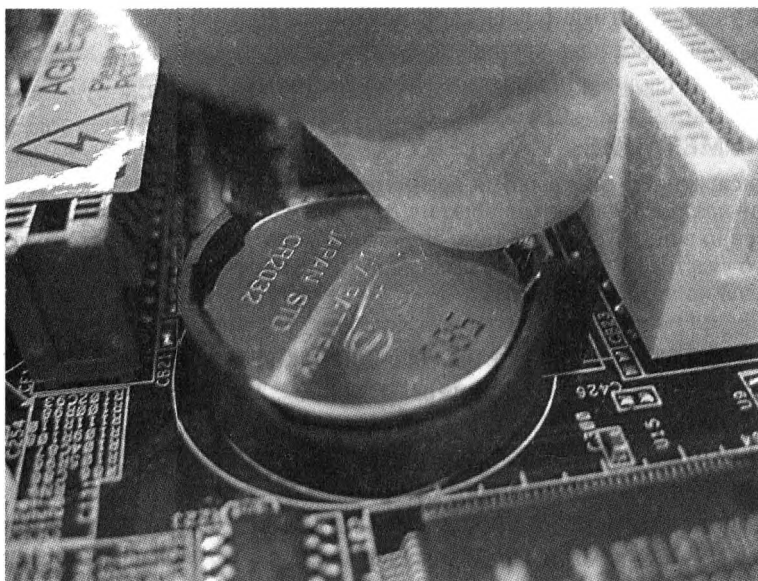

Рис. 3.2. Нажимаем защелку, удерживающую батарею в гнезде
- Вытащить аккумуляторную батарею, которая питает CMOS-память. Для этого необходимо аккуратно отжать в сторону зажим (рис. 3.2), удерживающий батарею на месте.